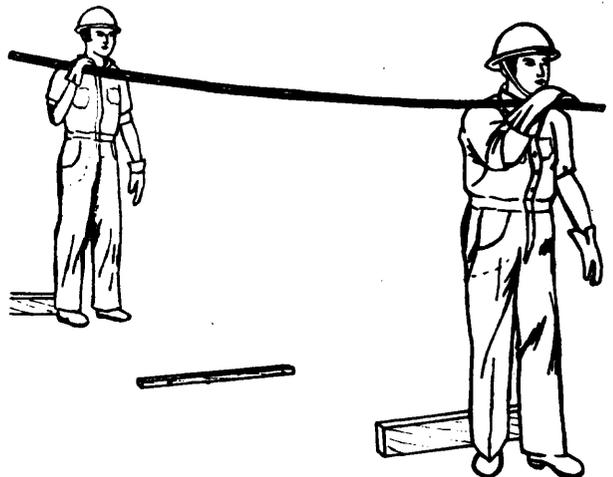

Fig. 6
- 2º paso *Agarre el material en la forma acostumbrada y llévelo al hombro. (Fig. 6).*